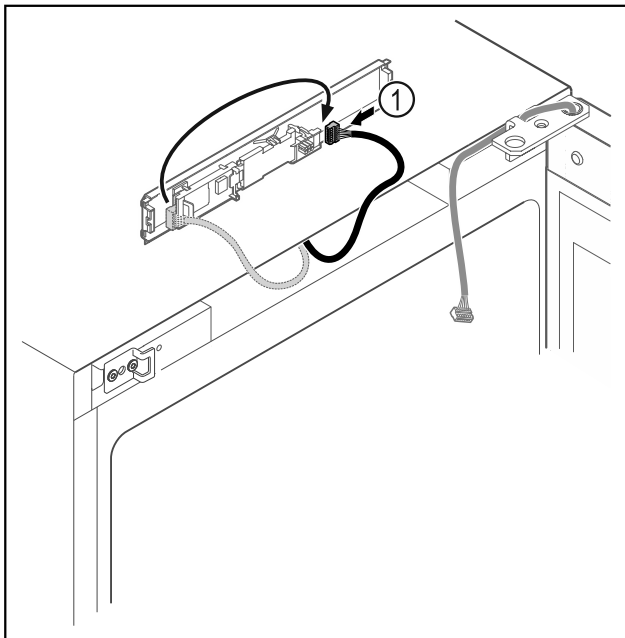

Fig. 19
- ▶ Stekker Fig. 19 (1) op printplaat verwisselen.